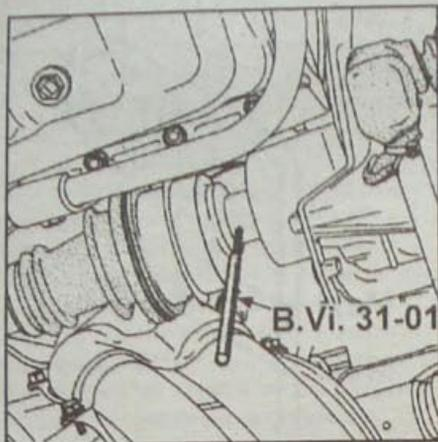

Рис. 6.8. Использование борodka B.Vi.31-01 для выбивания упругого штифта правого приводного вала
- Выберите упругий штифт правого приводного вала (рис. 6.8).